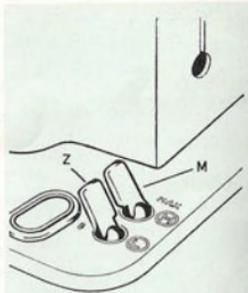
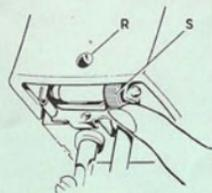

Fig. 25
Fig. 26
- spostare l'interruttore « Z » (fig. 25) nella posizione « L ». La spia rossa « R » (fig. 26) si illuminerà,
Nelle macchine azionate elettricamente l'illuminazione può essere eliminata girando lo schermo « S » (fig. 26).
Nelle macchine azionate a pedale basterà invece portare l'interruttore « Z » (fig. 25) nella posizione « 0 ».